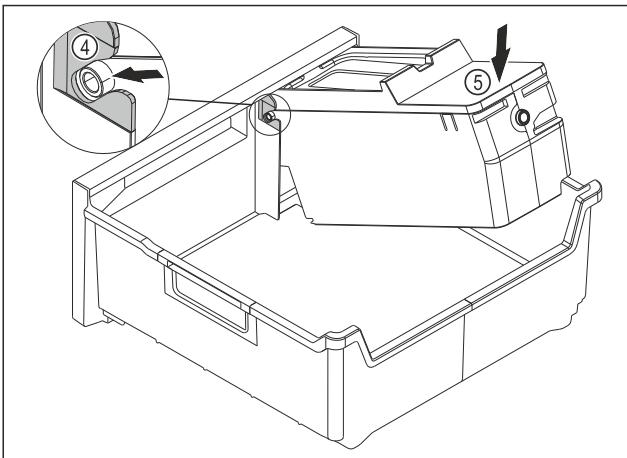

Fig. 86
- Смонтируйте корпус EasyTwist-Ice: Вставьте оси корпуса EasyTwist-Ice в направляющие Fig. 86 (4).
- Вдавите корпус EasyTwist-Ice Fig. 86 (5) вниз.